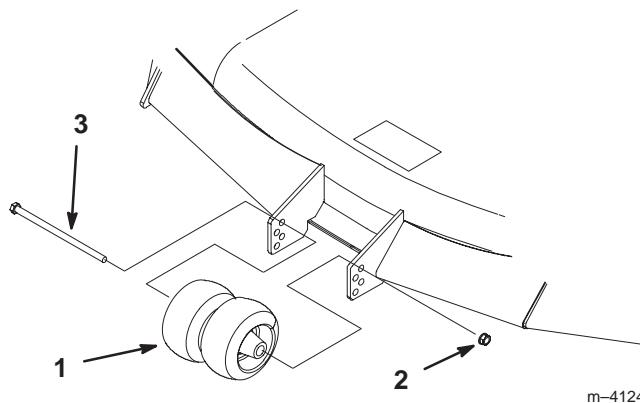

Figure 23
2. Lorsque la hauteur de coupe est réglée, enlevez le boulon et l'écrou (Fig. 23).
- Choisissez le trou pour que la roue de jauge se trouve le plus près possible de la hauteur de coupe correspondante voulue (Fig. 23).
- Remettez le boulon, les galets centraux et l'écrou (Fig. 23).